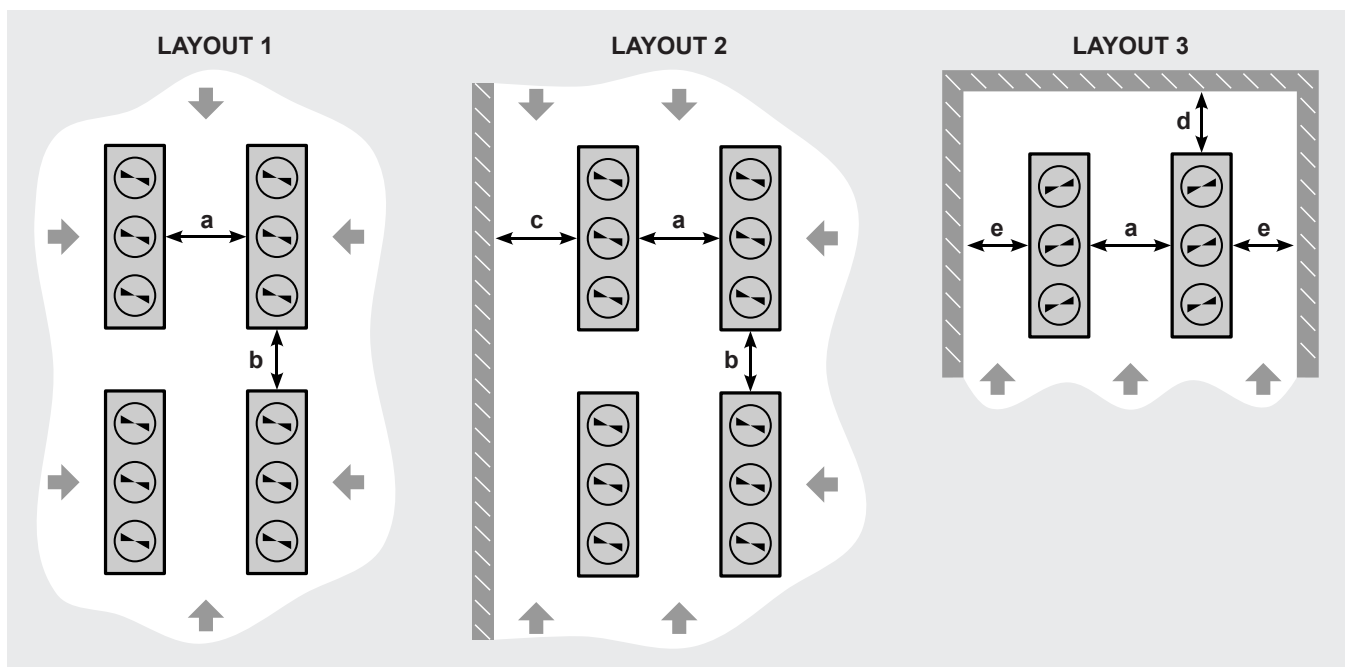
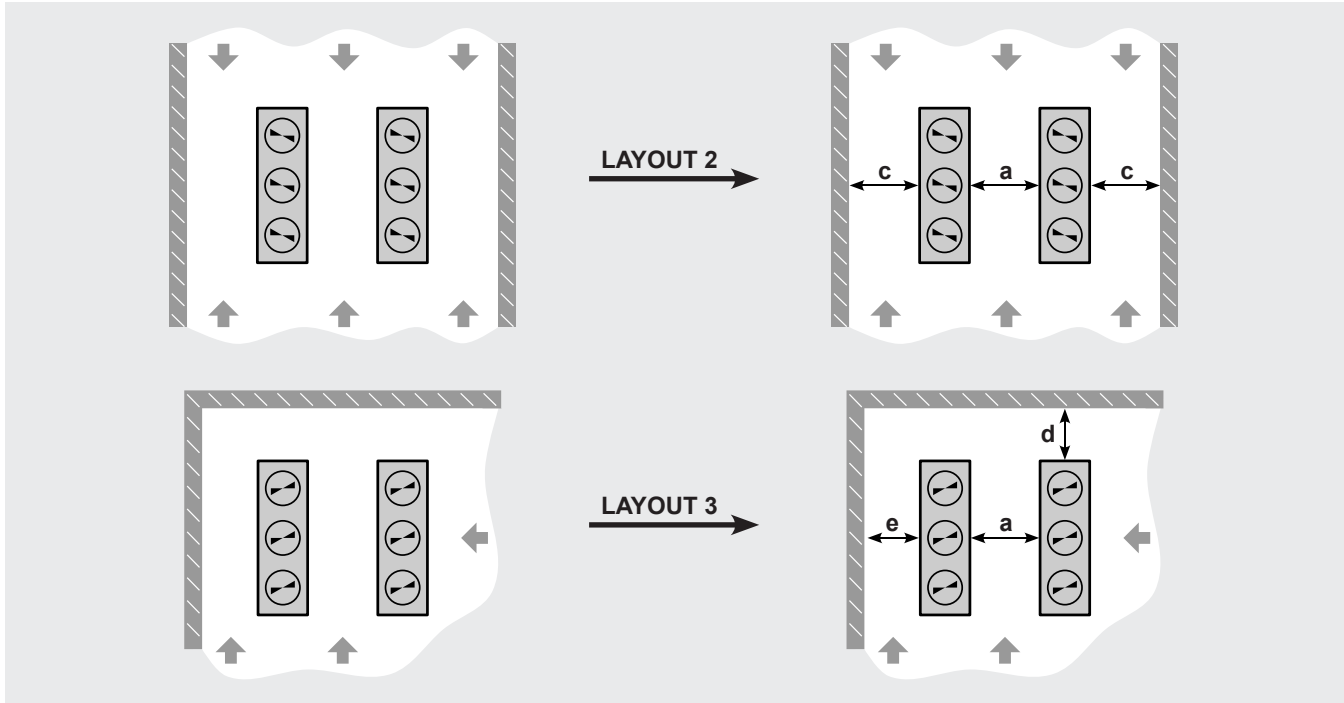

Figura 8
Figura 9
- 5.2 Modine ha identificado una serie de disposiciones de instalación (Layout) significativas para las que se han definido distancias mínimas. Véase la Figura 8.
- 5.8 Las condiciones reales de instalación son múltiples y no es posible elaborar una lista exhaustiva. Por lo tanto, las condiciones reales de instalación deben basarse en los Layout de la Figura 8 o en combinaciones de los mismos. Para las distancias deben tenerse siempre en cuenta los valores tabulados más grandes. Obsérvese la Figura 9 a título meramente ilustrativo y no exhaustivo.
5.11 La Tabla 2 muestra, con referencia a la Figura 8, las distancias mínimas recomendadas tanto para los modelos tipo V, condensador, enfriador de gas y enfriador seco como para los modelos adiabáticos Eco-Batic® - serie AV en el caso de instalación en el suelo, con elevación cero (Z = 0).
5.12 Con respecto a los V-Type, condensadores, enfriadores de gas (gas cooler) y enfriadores secos (dry cooler), la distancia mínima recomendada entre modelos "a" (véase la Figura 8) puede reducirse elevando los modelos por encima del suelo. La estructura de soporte debe ser tal que el aire pueda pasar a través de ella con una caída de presión insignificante.
5.13 Con referencia a los V-Type, condensadores, enfriadores de gas (gas cooler) y enfriadores secos (dry cooler), el valor de la distancia entre modelos "a" (véase la Figura 8) en función de la altura de elevación Z en el caso de los Layout 1, 2 y 3 se muestra en las Tabla 3, Tabla 4 y Tabla 5, respectivamente.
5.14 La elevación no afecta a las demás distancias de los Layout 1, 2 y 3 ("b", "c", "d", "e" - véase la Figura 8): los valores de la Tabla 2 siguen siendo válidos incluso para  $Z > 0$ .